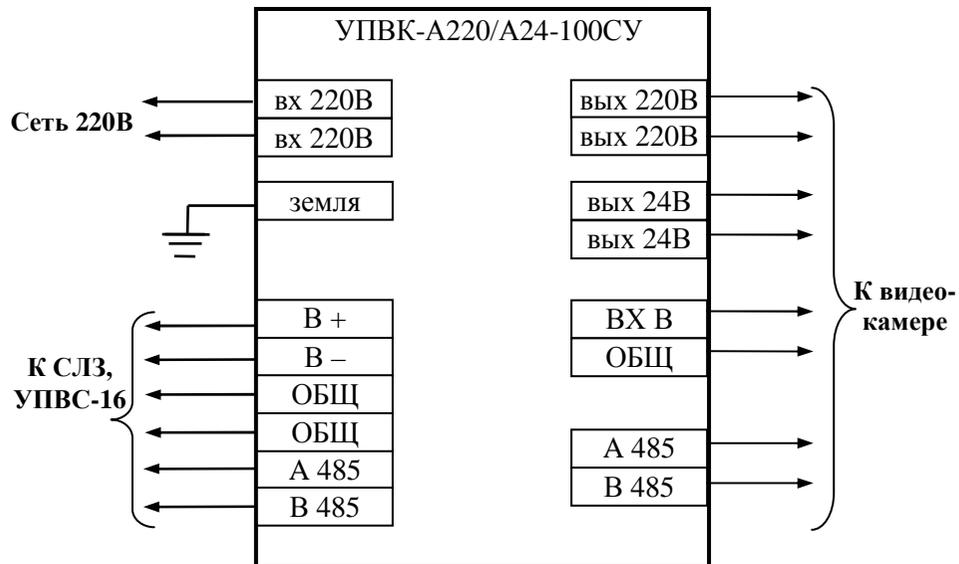

Рисунок 4.2 Схема подключения УПКВ
3. Схема подключения УПКВ приведена на рис.4.2.